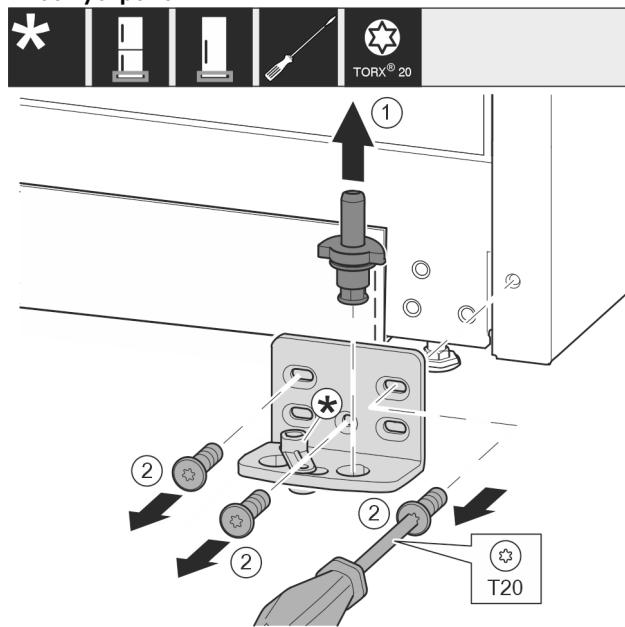

Fig. 11
- Опорный палец полностью извлеките движением вверх. Fig. 11 (1)
- Открутите винты отверткой T20 и снимите опорный кронштейн. Fig. 11 (2)